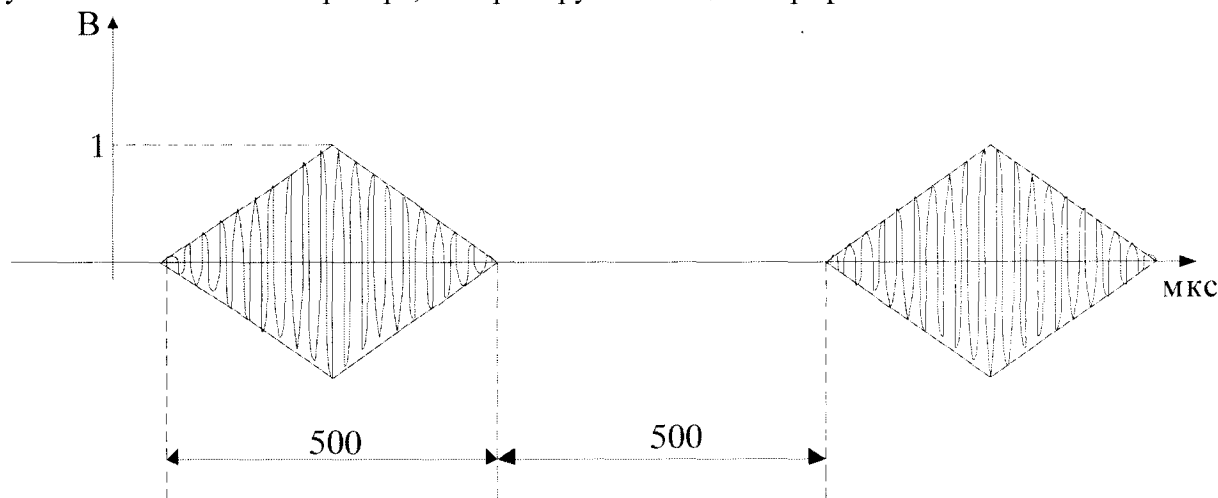

Рисунок 3 - Пакет импульсов сигнала с синусоидальной несущей и треугольной формой модуляции амплитуды
8.4.2 Установить генератор в режим генерации пакетов импульсов сигнала с синусоидальной несущей и треугольной формой модуляции амплитуды (рисунок 3): режим работы - «модуляция», функция - «синус», форма модуляции - «треугольник» длительностью 0,5 мс, с интервалом запуска - 0,5 мс. Данной формы модуляции нет во внутренней памяти генератора, поэтому треугольную форму модуляции необходимо создать с помощью специального программного обеспечения, поставляемого вместе с генератором. Передачу созданной формы модуляции на генератор осуществить с помощью USB флэш-накопителя.
8.8.2 Установить генератор в режим генерации пакетов импульсов сигнала с синусоидальной несущей и треугольной формой модуляции амплитуды (рисунок 3): режим работы - «модуляция», функция - «синус», форма модуляции - «треугольник» длительностью 0,5 мс, с интервалом запуска - 0,5 мс.